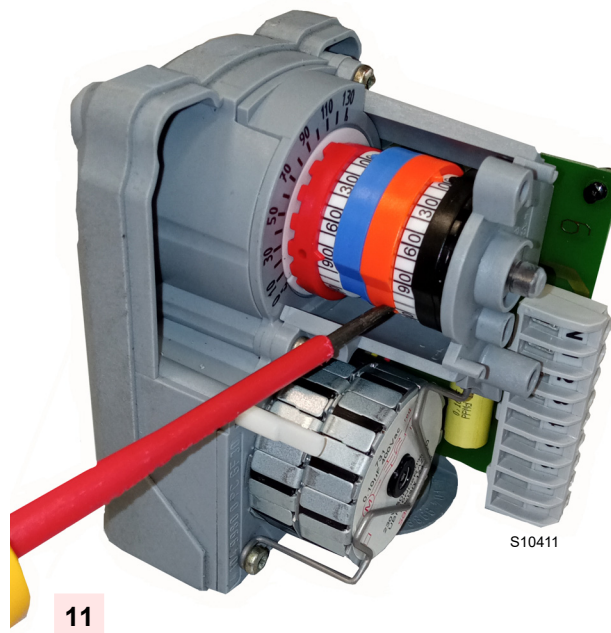

Рис. 37
- Для регулировки кулачка III используйте отвертку 11)(Рис. 37).
- 11 Отвертка для регулировки кулачка III (Рис. 37)